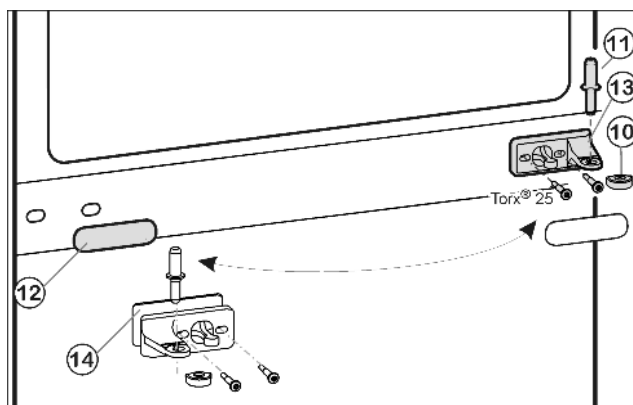
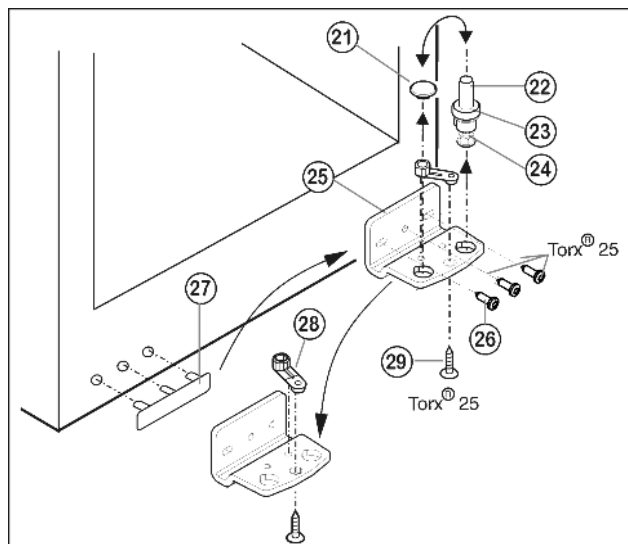

Fig. 6
Fig. 7
- ▶ Извадете лагерния болт в средата Fig. 6 (11) от лагерната опора и го извадете от долната врата.
- ▶ Изтеглете пластмасовата капачка Fig. 6 (10).
- ▶ Развийте лагерната стойка среда Fig. 6 (13) (2 x Torx® 25).
- ▶ Изтеглете внимателно покривната капачка Fig. 6 (12).
- ▶ Завийте **здро̀во** (с 4 Nm) лагерната опора среда Fig. 6 (13) с подложката Fig. 6 (14), обърната на 180°, върху новата страна на шарнира.
- ▶ Отново закрепете покривната капачка Fig. 6 (12) от новата страна на дръжката, като я обърнете на 180°.
- ▶ Издърпайте нагоре целия лагерен болт Fig. 7 (22), шайбата Fig. 7 (23) и крачето Fig. 7 (24).
- ▶ Свалете тапите Fig. 7 (21).
- ▶ Отвийте Fig. 7 (26) лагерната опора Fig. 7 (25).
- ▶ Развийте Fig. 7 (29) лагерния детайл Fig. 7 (28) и поставете в срещуположния поемащ отвор на лагерната опора, завийте отново.
- ▶ Внимателно повдигнете и поставете на другата страна покритието от страна на дръжката Fig. 7 (27).
- ▶ Завийте отново **здро̀во** (с 4 Nm) лагерната стойка долу Fig. 7 (25) от новата страна на шарнира, при нужда с помощта на акумулаторна отвертка.
- ▶ Отново поставете тапа Fig. 7 (21) в другия отвор.
- ▶ Отново поставете лагерния детайл Fig. 7 (22), с шайбата и крачето. При това обърнете внимание на това, фиксиращата гърбица да сочи назад.
- ▶ Поставете долната врата отгоре върху лагерния болт долу *Fig. 7 (22)*.
- ▶ Поставете пластмасовата капачка *Fig. 6 (10)* отново върху лагерната опора среда *Fig. 6 (13)*.
- ▶ Поставете лагерния болт среда *Fig. 6 (11)* от новата шарнирна страна през лагерната опора среда *Fig. 6 (13)* в долната врата.
- ▶ Поставете горната врата върху лагерния болт среда *Fig. 6 (11)*.
- ▶ Окачете вратата през двата удължени отвора в лагерната опора долу *Fig. 7 (25)*, регулирайте лагерната опора среда *Fig. 6 (13)* към корпуса на уреда. Развийте средния винт в лагерната стойка долу *Fig. 7 (25)*.